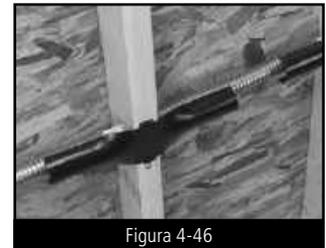

Figura 4-46
- f) Las tuberías tendidas de forma horizontal a través de elementos estructurales serán protegidas de amenazas de perforaciones con el material protector adecuado (Figura 4-44 y 4-45). En los puntos de penetración, se usarán las placas clasificadas del tamaño adecuado. Las tuberías que estén entre restricciones que se encuentren a menos de 24 pulgadas y que cumplan con los criterios que requieren placas de protección completas, serán protegidas adicionalmente con un conducto de acero (Figura 4-46).